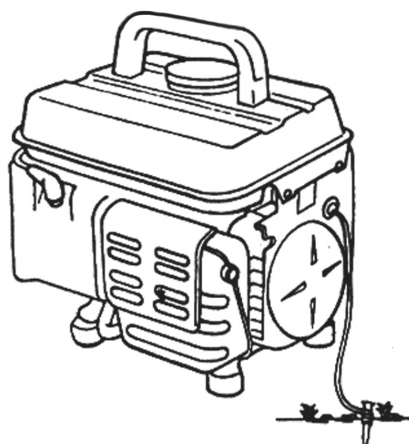

Рис. 1.1
**ПРЕДОСТЕРЕЖЕНИЕ! НЕ ЗАПУСКАЙТЕ И НЕ ПОДКЛЮЧАЙТЕ ГЕНЕРАТОР К ЭЛЕКТРИЧЕСКОЙ СЕТИ, НЕ ЗАЗЕМЛИВ ГЕНЕРАТОР ЧЕРЕЗ ВИНТ ЗАЗЕМЛЕНИЯ (рис. 1.1).**
**ВНИМАНИЕ!** ДО ЗАПУСКА ДВИГАТЕЛЯ УБЕДИТЕСЬ, ЧТО ДВИГАТЕЛЬ РАСПОЛОЖЕН НА ГОРИЗОНТАЛЬНОЙ ПОВЕРХНОСТИ И ЗАЗЕМЛЕН (см. Раздел 1, рис. 1.1).